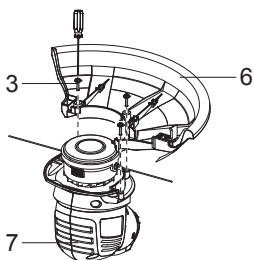

Fig. 2
> Monte a proteção de segurança (6) na cabeça do aparador (7) alinhando os três parafusos na proteção de segurança com os três suportes de parafusos na cabeça do aparador e depois fixe com os três parafusos (3) (Fig.2)